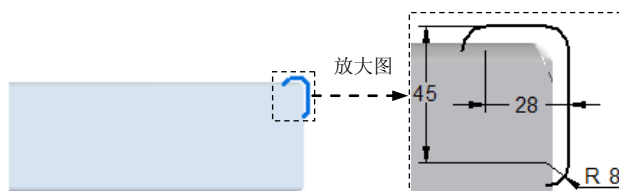

图 8.6.19 截面草图
(1) 选择命令。在“主页”功能选项卡中“钣金”工具栏中单击 **凹坑** 按钮，选择 **加固板** 命令。
(2) 定义加固板轮廓形状。在命令条中单击 按钮，在“加固板选项”对话框 **加固板轮廓** 区域选中 **用户绘制轮廓** 单选项；在 **加固板形状** 区域选中 **倒圆** 单选项。
(3) 定义加固板参数及倒圆。在对话框中的 **拔模角** 文本框中输入值 0，在 **宽度** 文本框中输入值 8.0；在 **倒圆** 区域选中 **包括倒圆** 复选框，在 **凸模半径** 和 **凹模半径** 文本框中均输入值 2.0，单击 **确定** 按钮。
(4) 绘制加固板截面草图。
① 选取草图平面。在“创建起源”选项下拉列表中选择 **重合平面** 选项，选取前视图 (XZ 平面) 为草图平面，进入草图绘制环境。
② 绘制图 8.6.19 所示的截面草图。